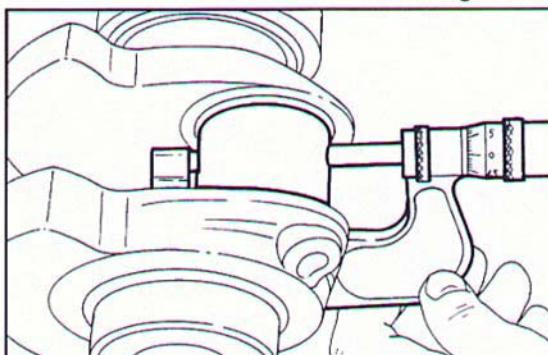

Fig. 113 ▼
- controllare con micrometro eventuali ovalizzazioni o usure sui perni di banco e di biella, nelle aree di lavoro delle bronzine (Fig. 113);
- use a micrometer to check for ovalisation or wear of the main journals and crankpins, in the areas around the bushings (Fig. 113);